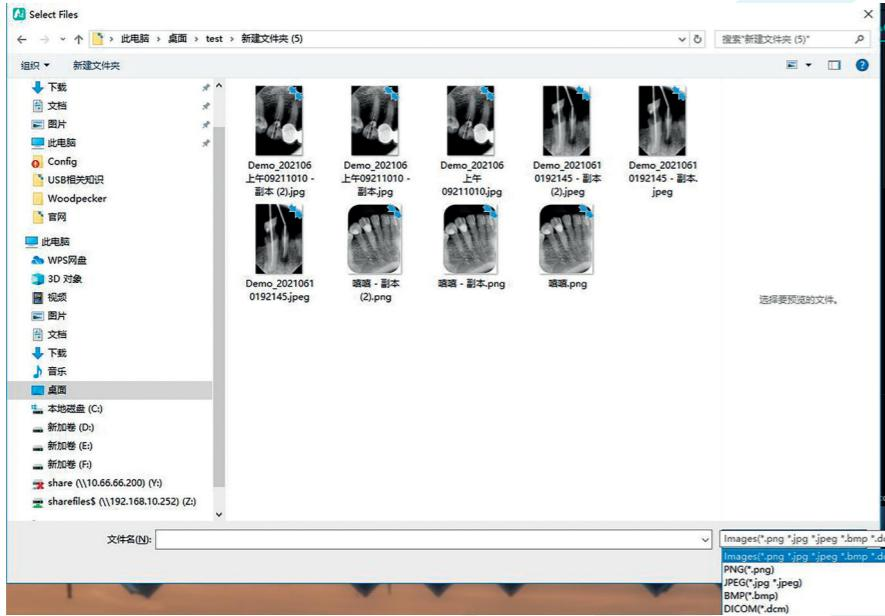
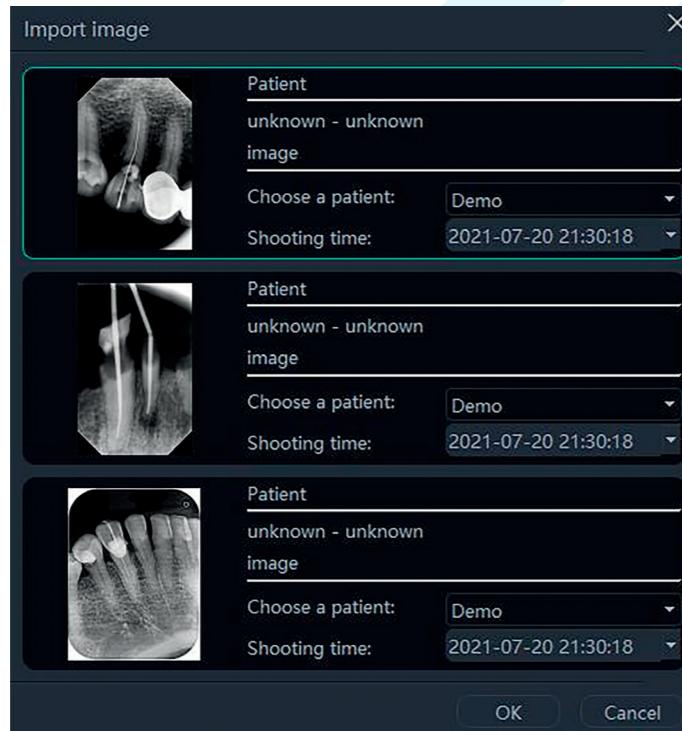

Figura 25
Figura 26
2. Importar archivos. Después de entrar en el software, haga clic en el botón «Adquisición». Seleccione el tipo de dispositivo «Importación de archivos» y haga clic en «Importar» para acceder a la interfaz de selección de imágenes. El software soporta la importación de imágenes en PNG, JPG, JPEG, BMP, DCM y otros formatos, como se muestra en la Figura 25. Tras seleccionar la imagen, haga clic en «Aceptar» para acceder a la interfaz «Importar imagen», como se muestra en la Figura 26. Puede seleccionar el paciente de destino y el tiempo de disparo para cada imagen, y hacer clic en «Aceptar» para guardar la imagen en el paciente especificado.